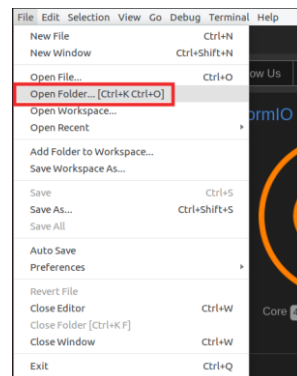

Figura 33. Abrir carpeta
- En la barra de menú superior, haga clic en **File** → **Open Folder** (ver Figura 33) y navegue al directorio `[RVfpgaPath]/RVfpga/examples/`